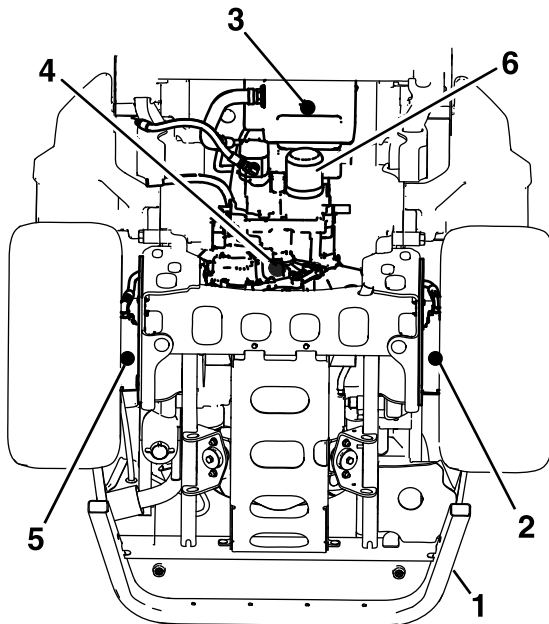

Рисунок 68
4. Поместите большой поддон под гидравлический бак, картер трансмиссии и левый и правый колесные гидромоторы (Рисунок 68).
5. Удалите сливные пробки из всех указанных мест и дайте гидравлической жидкости полностью стечь (Рисунок 68).
6. Очистите область вокруг фильтра гидравлической жидкости и снимите фильтр (Рисунок 68).